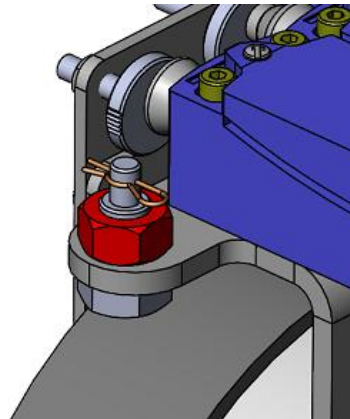

Abbildung 7.2
3. Schrauben Sie die Mutter zur manuellen Lüftung anstelle der Betriebsmutter auf die Parkschraube auf und setzen Sie den Sicherungs-Splint ein (Abbildung 7.2).